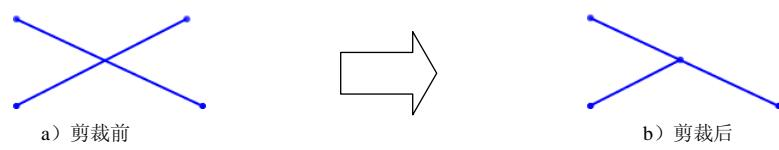

图 4.7.20 “剪裁到最近端”方式
- 使用 剪裁到最近端(D) 方式可以剪裁或延伸所选草图实体，如图 4.7.20 所示。